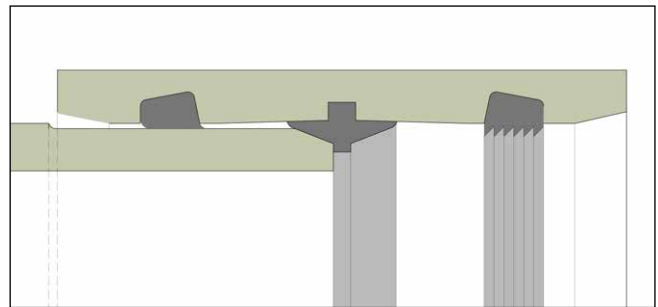

Рис. 24: Муфта FPCA
5.1.3. НАПІРНА МУФТА КУТОВА /FPC-A (РИС. 24)